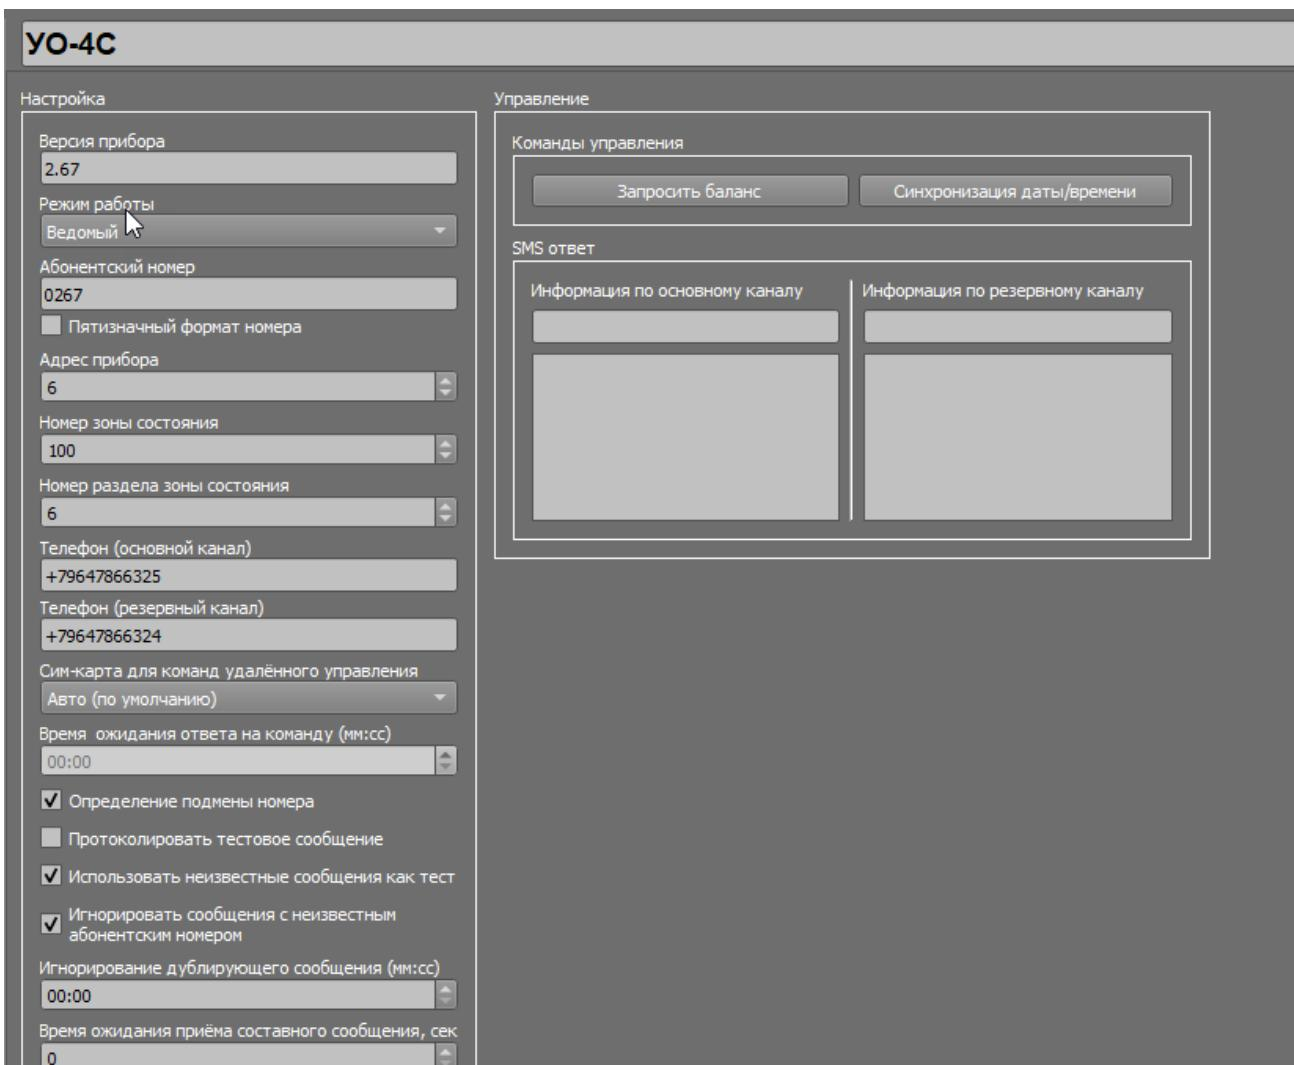

Рисунок 2-16. Свойства прибора «УО-4С»
3. После создания «УО-4С» заполните поля свойств в разделе «Настройка» (Рисунок 2-16) в соответствии с конфигурацией «УО-4С» в программе «Upog.exe»: